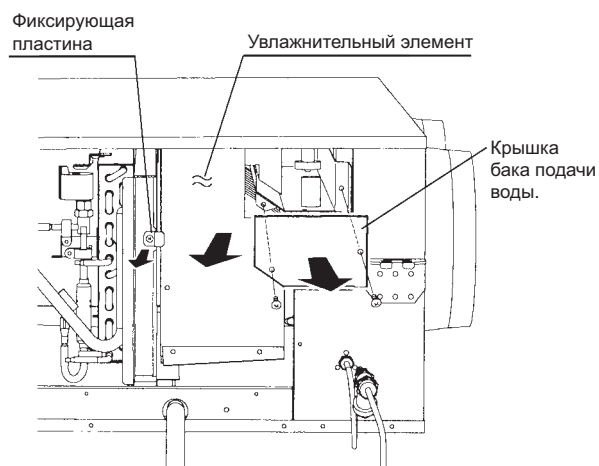

Рис. 4
3. Снимите крышку бачка подачи воды. (Рис. 4)
4. Снимите стопорную пластину. (Рис. 4)
5. Извлеките теплообменные элементы (Рис. 4)